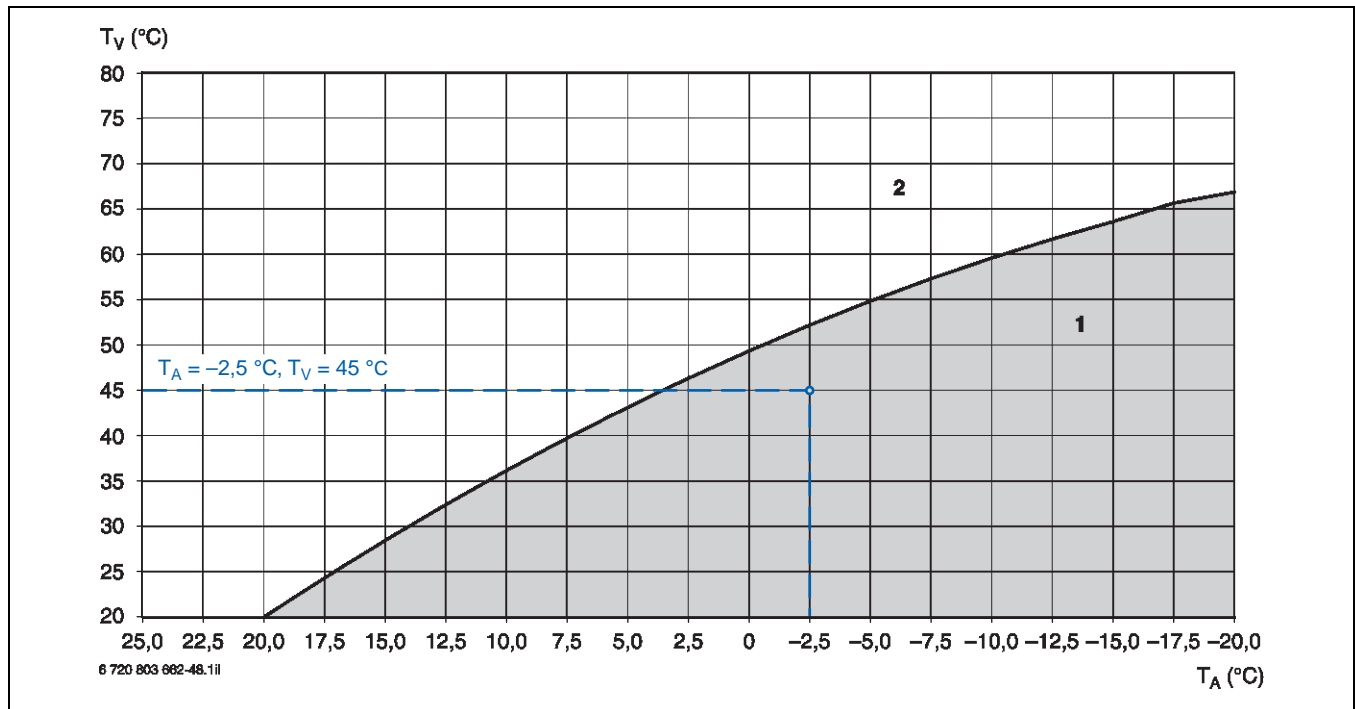

Bild 54 Diagramm zur Ermittlung der benötigten Betriebstemperatur
- Wenn die Heizlast nicht bekannt ist, kann sie experimentell ermittelt werden. Hierzu werden während der Heizperiode die Thermostatventile vollständig geöffnet und dann die Vor- und Rücklauftemperatur so lange gesenkt, bis eine Raumtemperatur von ca. 20 °C ... 22 °C erreicht ist. Die jetzt eingestellte Vorlauftemperatur sowie die aktuelle Außentemperatur werden in das Diagramm (→ Bild 54) eingetragen. Daraus lässt sich das tatsächlich benötigte Temperaturniveau ermitteln.